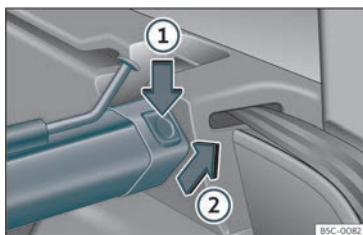

Fig. 122 Nel bagagliaio: smontare la rete divisoria.
- Premere il tasto di sblocco sinistro o destro »» fig. 122 nella direzione indicata dalla freccia ①.
- Rimuovere la scatola dal supporto nel senso della freccia»» fig. 122 ②.
- Premere la scatola nei supporti sinistro e destro nel senso contrario a quello della freccia»» fig. 122 ② fino allo scatto.